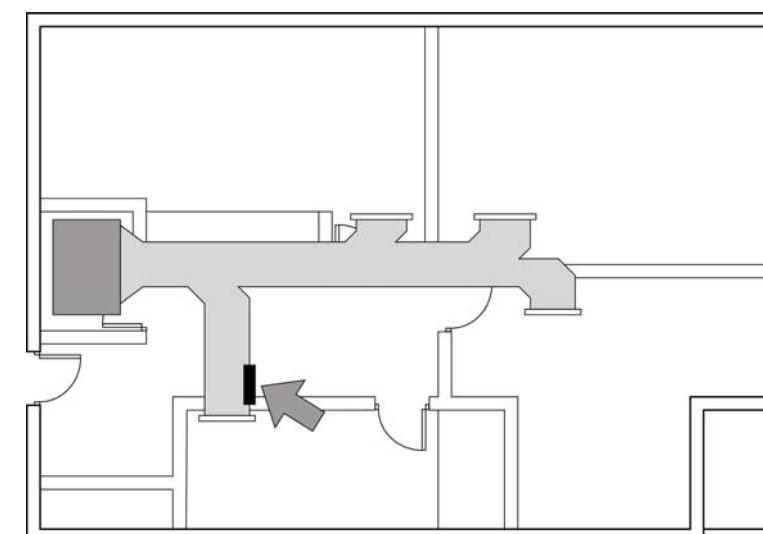

Fig. 9
- 4) En caso de, una vez realizados todos los ajustes pertinentes y quede una zona con velocidad de impulsión por encima del rango, se recomienda la utilización de una compuerta de seguridad para aliviar dicha velocidad. Este habrá de instalarse en las salidas con mayor velocidad de impulsión (Ver Fig. 9).
- 5) In case of having adjustment finished, there remains an outlet that is not within the acceptable airflow speed range, the usage of a Security Bypass Damper is required. It should be installed on this outlet (See Fig. 9).
- 5) Dans le cas où, une fois tous les réglages effectués, la vitesse de soufflage d'une zone reste supérieure à la limite préconisée, il est recommandé d'utiliser un registre de sécurité pour diminuer cette vitesse. Celui-ci devra s'installer au niveau des bouches présentant les vitesses de soufflage les plus élevées (Voir Fig. 9).
- 5) Nel caso in cui, una volta realizzata l'equilibratura sussista una zona con velocità in uscita troppo elevate, si raccomanda l'installazione di una serranda di sovrappressione (Vedere Fig. 9).